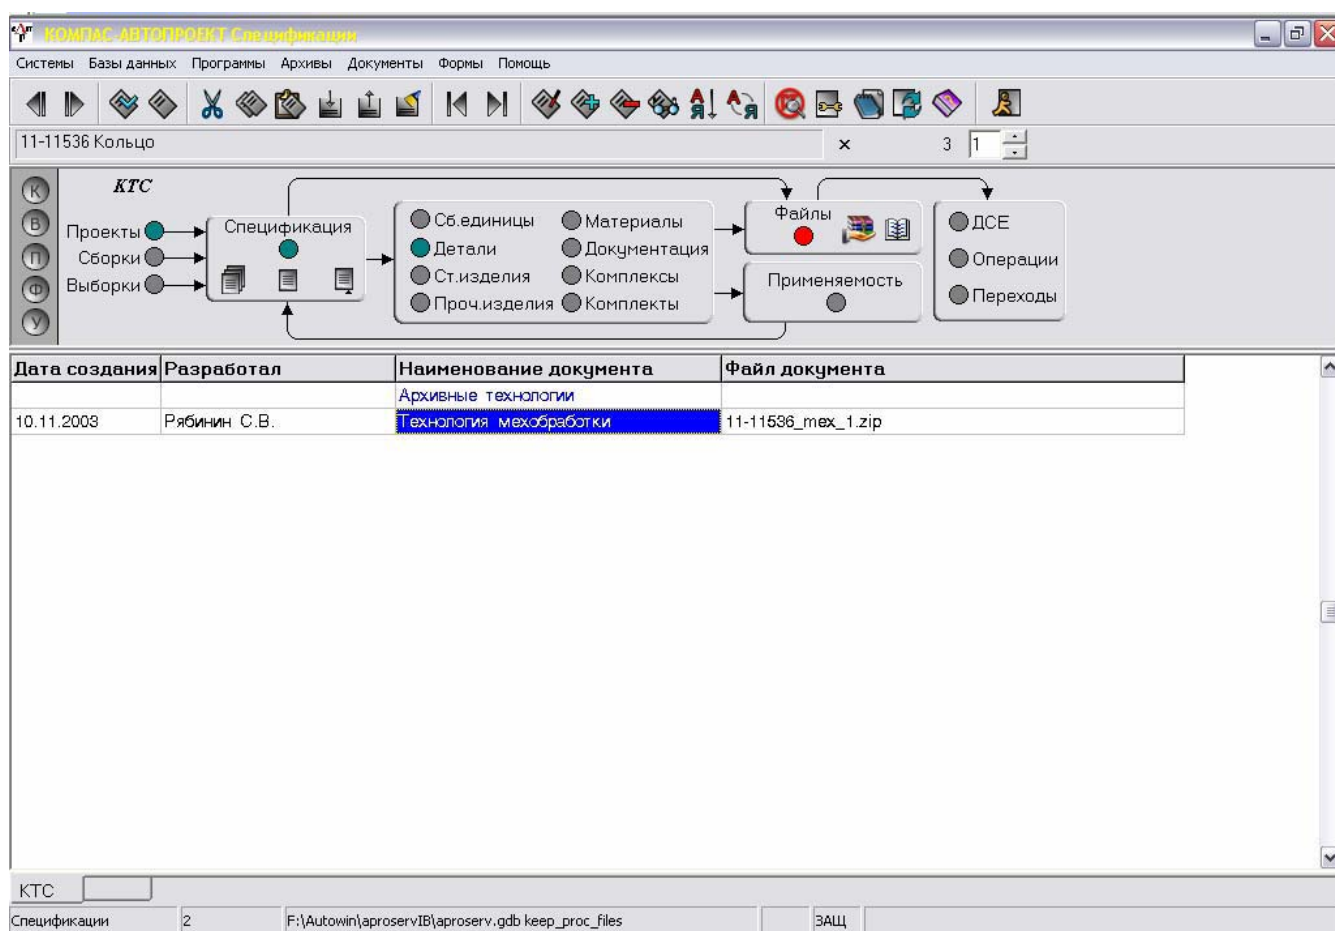

Рис. 16. Загрузка архивного технологического процесса
3. Запустить архиватор из таблицы *Файлы* двойным щелчком мыши на текущей учетной записи или нажатием клавиши <F12> (см. рис.16).